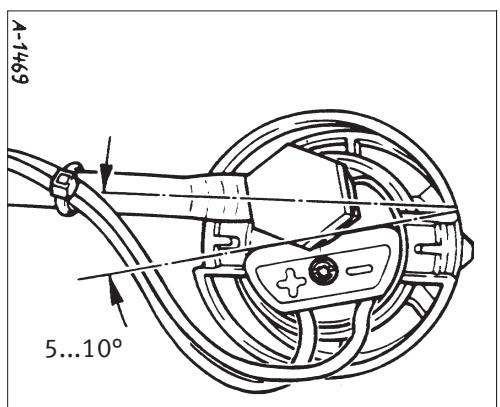
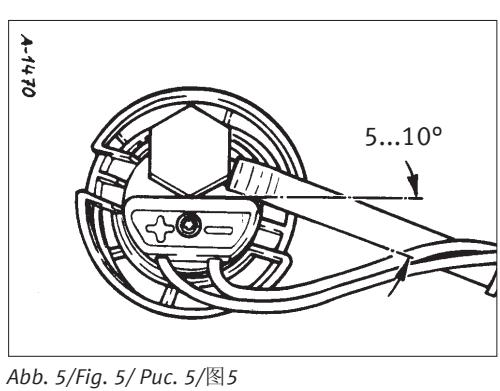
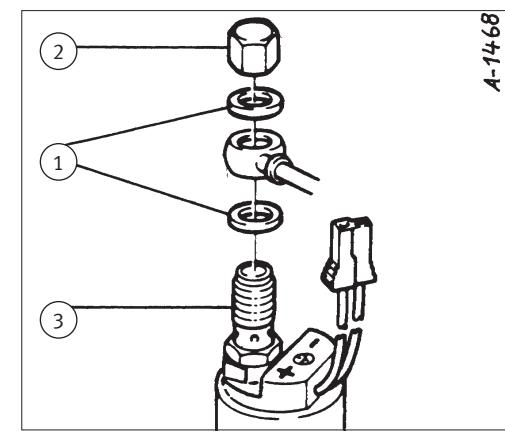

Abb. 4/Fig. 4/Puc. 4/图4
Abb. 5/Fig. 5/Puc. 5/图5
Abb. 3/Fig. 3/Puc. 3/图3
- Screw on the fuel line with new O-rings (1, fig. 3) and a new cap nut (2) and tighten according to fig. 4 (front wheel drive) or fig. 5 (four wheel drive). Tightening torque of the cap nut (2, fig. 3): 13 to 16 Nm. At the same time hold against the screw socket.
- Visser le conduit de carburant avec de nouveaux anneaux d'étanchéité (1, fig. 3) et un nouveau écrou borgne (2) et serrer selon la figure 4 (traction avant) ou figure 5 (traction quatre roues). Couple de serrage de l'écrou borgne (2, fig. 3) : 13 à 16 Nm. En même temps, tenir contre le raccord vissé.
- Привинтить топливопровод с использованием новых уплотнительных колец (1, рис. 3) и новой колпачковой гайки (2) и затянуть согласно рис. 4 (передний привод) или, соответственно, рис. 5 (привод на все колеса). Момент затяжки колпачковой гайки (2, рис. 3): 13–16 Нм. При этом придерживать резьбовой штуцер (3, рис. 3).